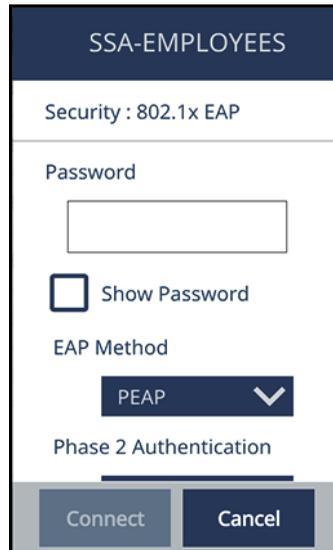

图 4-23 验证对话框（A部分）
4. 点击一下**Password**（密码）框，然后在框中输入一个密码（参见第133页的图 4-23）。